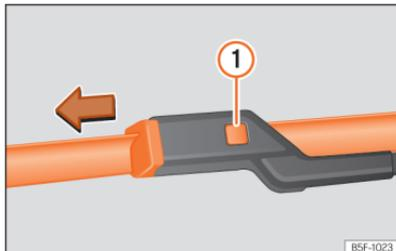

Abb. 209 Scheibenwischerblätter vorne auswechseln.
- Die Entriegelungstaste »» » (Abb. 209) ① gedrückt halten und gleichzeitig das Scheibenwischerblatt vorsichtig in Pfeilrichtung abziehen.